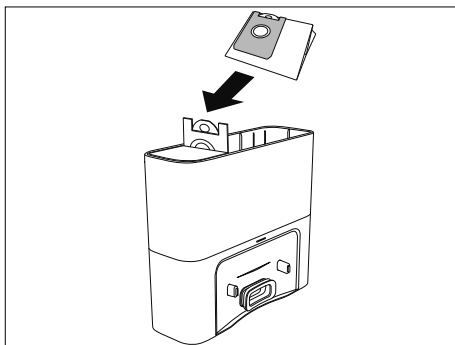

Abb. 25 – Staubbeutel ersetzen
- ▶ Setzen Sie einen neuen Staubbeutel wie dargestellt in die Halterung in der Kammer ein (s. Abb. 25).